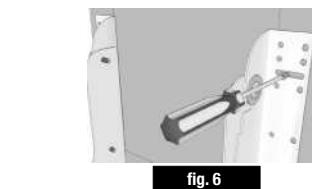

fig. 6
Paso 8: Retire los soportes de puerta de las placas del producto y atornillelos en el interior de la puerta del armario con tornillos de cabeza plana n.º 6 x 1/2 pulg. **Nota:** Coloque los soportes de puerta sobre las líneas verticales y horizontales que ha dibujado en los pasos 2 y 3 para alinearlos. (Ver la ilustración 6)